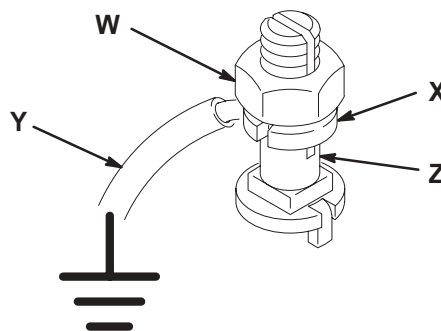

Fig. 1
1. *Pumpe*: Bruk jordingskabel og -klemme. Se Fig. 1.
Skruløs jordingsmutteren (W) og skiven (X). Plasser den ene enden av en minimum 1,5 mm2 jordingskabel (Y) inn i sporet (Z) og trekk mutteren godt til. Se Fig. 1. Forbind den andre enden av kablet med en sikker jordforbindelse. Bestill del nr. 222-011 Jordingskabel og klemme.